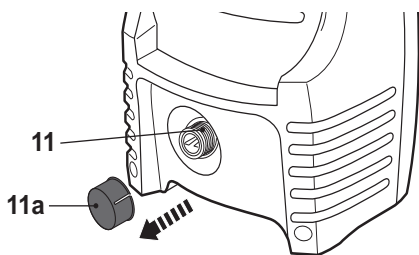

Fig. 11
- > Îndepărtați dopul (11a) din admisia apei (11) (Fig. 11).